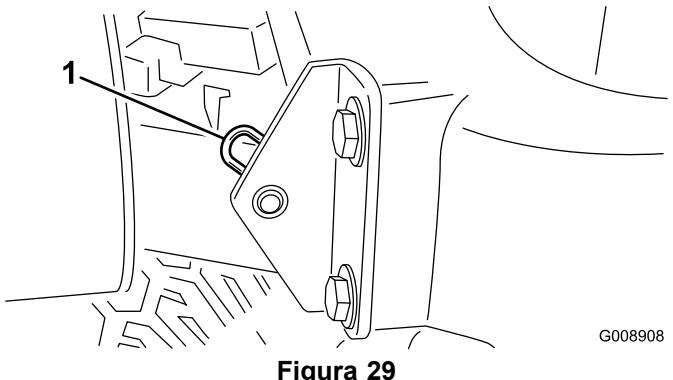

Figura 29
2. Retire el pasador que fija el pivote del capó a los soportes (Figura 29).